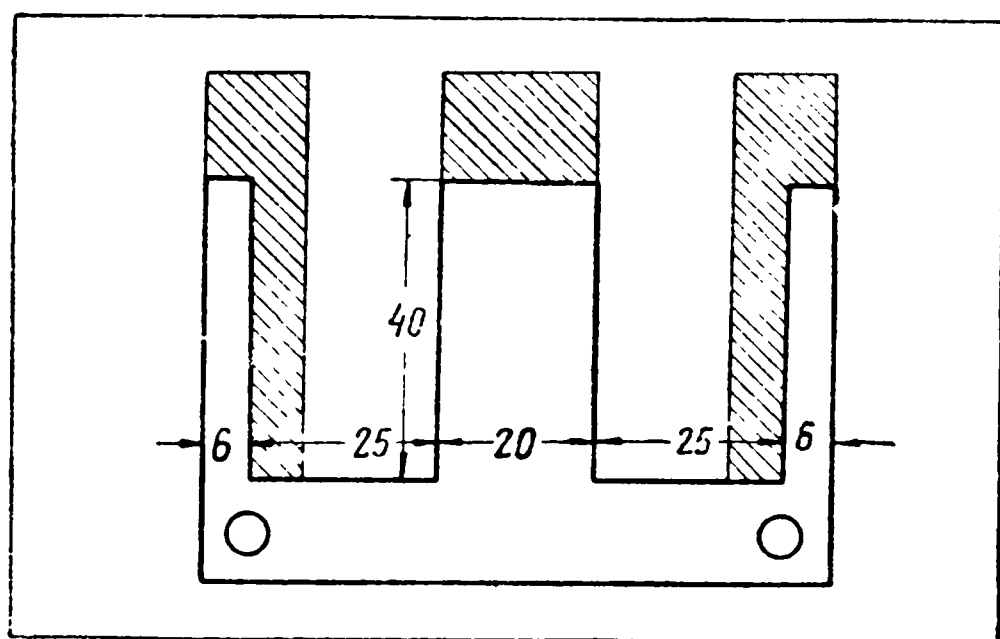

Рис. 2
1. Стабилизатор мощностью 35 VA может быть применен для питания измерительной аппаратуры, маломощных приемников, усилителей, граммоторчиков. Собирается на железе Ш-20. Пластины железа обрезаются ножницами, как показано на рис. 2 (заштрихованные части отрезаются). Толщина пачки пластин — 50 мм. Сечение  $Q_1 = 2 \times 5 = 10 \text{ см}^2$ . Железо в трансформаторе собирается вперекрышку, без зазора. Для стабилизатора необходимо склеить из прессшпана 3